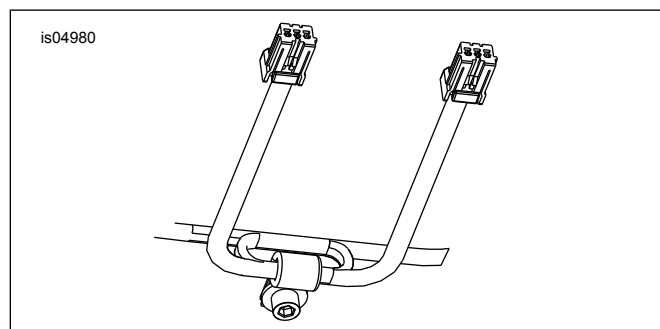

Figure 7. Acheminement des fils
12. Voir Figure 7. Acheminer les fils derrière les tubes de fourche. Acheminer les deux fils de feu de direction à travers la bride en P dans le sens opposé à leur provenance, afin que chacun retourne vers sa propre lampe de feu de direction.